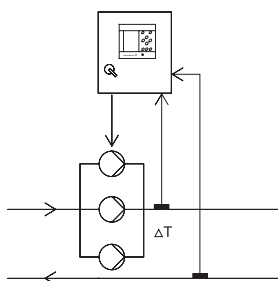

Рис. 24 Перепад температур
- Перепад температур, см. рис. 24.